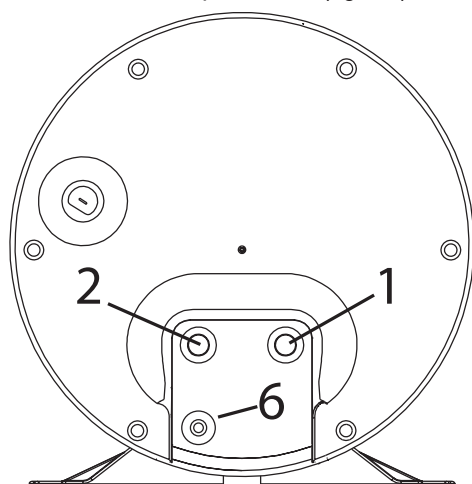

fig. 38
- Conectați țeava de alimentare cu apă rece și țeava de ieșire la punctele de racordare prevăzute (fig. 38).